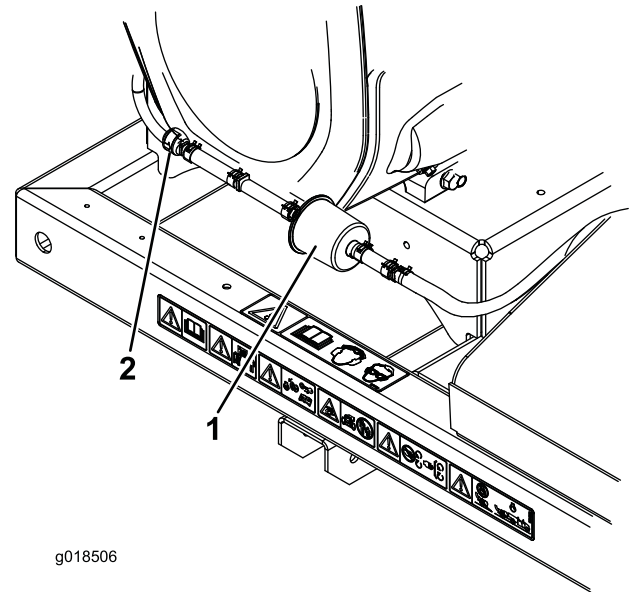

Bild 21
2. Schieben Sie die gefederten Schlauchklemmen an beiden Seiten des Aktivkohlefilters der Entleerungsleitung vom Filter weg (Bild 21).
3. Entfernen und werfen Sie den Aktivkohlefilter weg (Bild 21).
4. Setzen Sie einen neuen Filter in den Schlauch ein; der Pfeil am Filter sollte zum Rückschlagventil zeigen; befestigen Sie ihn mit den Schlauchklemmen (Bild 21).